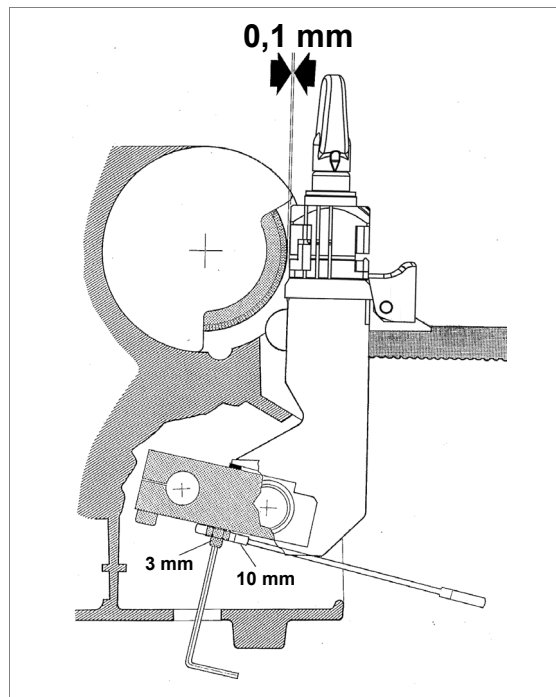

Fig. 24
- 2) Suelte el carro y levántelo (contra la fresa) hasta el tope (fig.24).